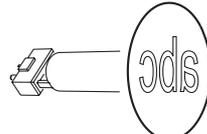

Figura 22. Orientación correcta de gobos
- Insertar el nuevo gobo en el portagobos con el lado que debe mirar hacia la lámpara orientado hacia arriba, hacia el muelle. (observar la Figura 22 y la Figura 20).
Las orientaciones que se muestran en la Figura 22 son los correctos en la mayoría de casos, pero deberá consultar con Martin o su proveedor de gobos si tiene cualquier duda sobre la orientación de los mismos.